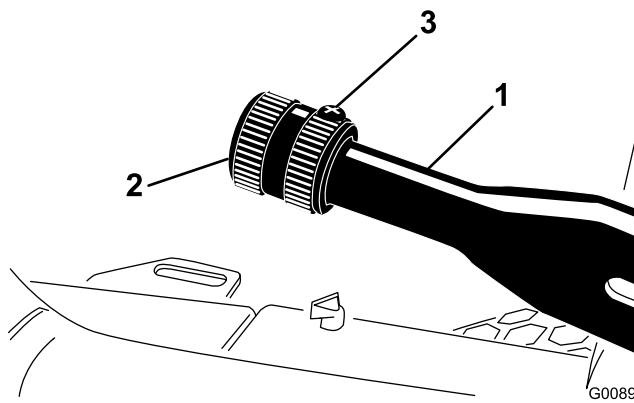

Figura 75
2. Allentate la vite a pressione che fissa la manopola alla leva del freno di stazionamento (Figura 75).